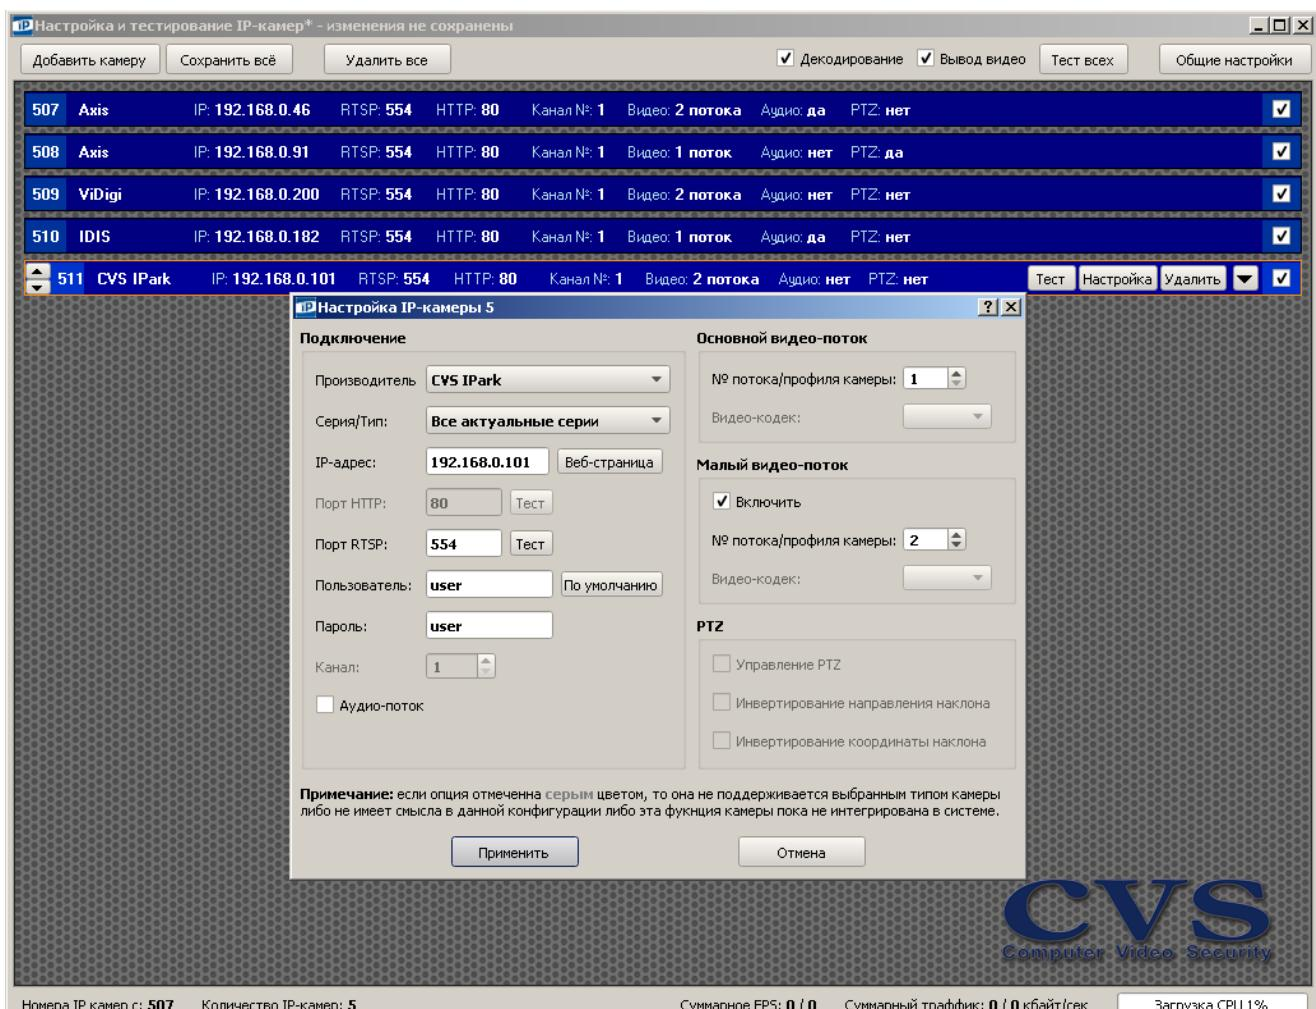

Рисунок 10: Настройка малого потока с IP камеры
3. Для уменьшения размеров записей в архиве рекомендуется использовать запись по активности или детектору движения. Чтобы не тратить время на распаковку большого изображения (1280x720 пикс.) необходимо подключить второй (малый) поток в диалоговом окне в программе CVSTestIP (Рис. 10)